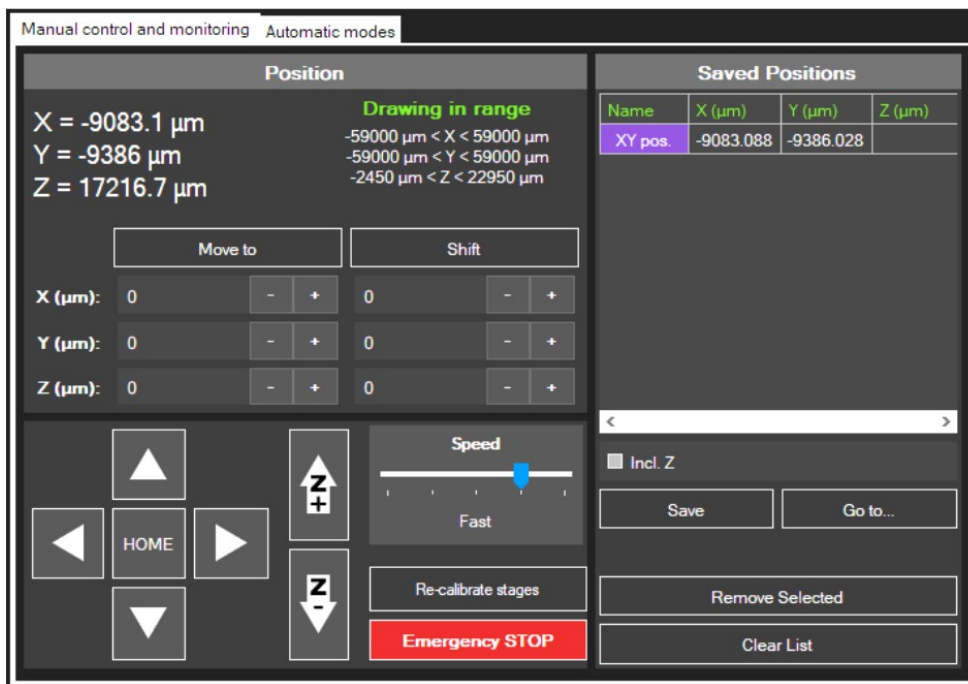

图 31 - XYZStage 控制和监控界面
要打开 XY 工作台控制界面，请转到 Stages 菜单，然后单击 Monitoring 窗口。将打开一个新窗口，如图 31 所示。这个界面也可以通过直接点击主窗口底部的 XYStages 状态标签 **XY stage w/ compensation** 来启动。
可以通过手动控制和监控 **Manual control and monitoring** 选项卡(图 31), 以与 XY 平台相同的方式访问电动 Z 平台。可以通过 **Z+**和 **Z-**按钮或快捷键 **ctrl + numpad 9** 和 **ctrl + numpad 3** 控制 Z 轴的运动。
1. 起始坐标对应 Stage 当前位置。因此，转到手动控制和监视 **Manual control and monitoring** 选项卡，并使用可用控件移动到运动区域(图 31)，直到运动区域状态切换回绿色。